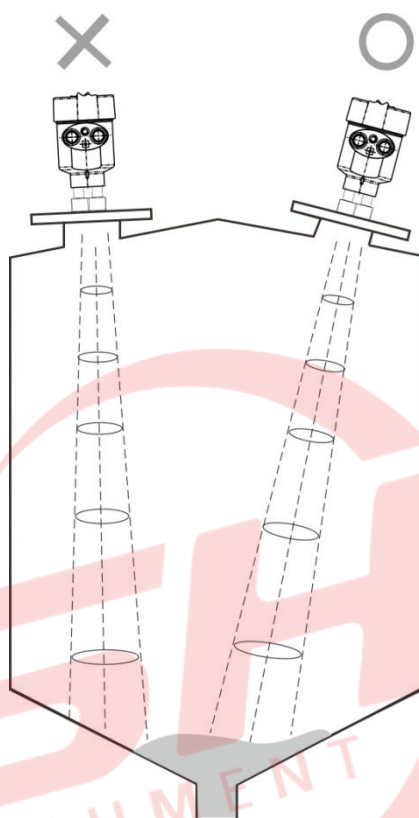

图 4-4 锥形罐尽量保证波束直射罐底
- 锥型容器尽量保证波束直射罐底，否则在罐底的测量结果可能不准确，如图 4-4 所示